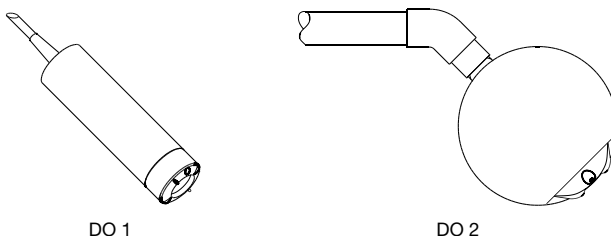

Fig. 14 : Position de la sonde pendant la mise en fonctionnement
- ▶ Tenez la sonde vers le bas dans l'air atmosphérique (comme en fig. 14), jusqu'à ce que la valeur mesurée au DULCOMETER® D1C soit stabilisée. Un temps de mise en fonctionnement de 2 minutes est suffisant dans la plupart des cas.